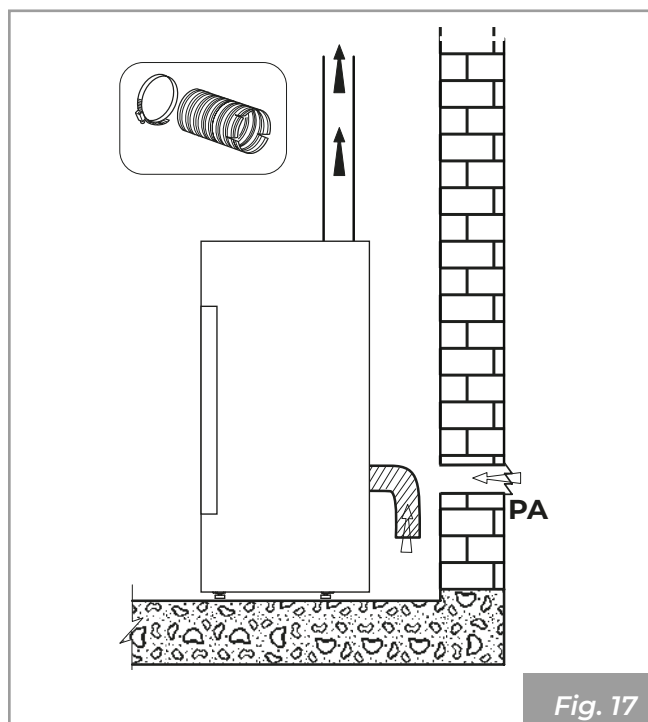

Fig. 17
- il peut provenir du lieu d'installation ou de pièces voisines (**Fig. 17**)
Réaliser la prise d'air sur la paroi (**Fig. 17 - PA = Prise d'Air**) et laisser l'appareil libre d'aspirer l'air dans la pièce, en prenant soin de raccorder la partie ondulée du tuyau (si fournie) sur le tuyau d'arrivée d'air, en la fixant avec le collier de serrage et en la pliant légèrement vers le bas afin de prévenir d'éventuels effets de résonance.